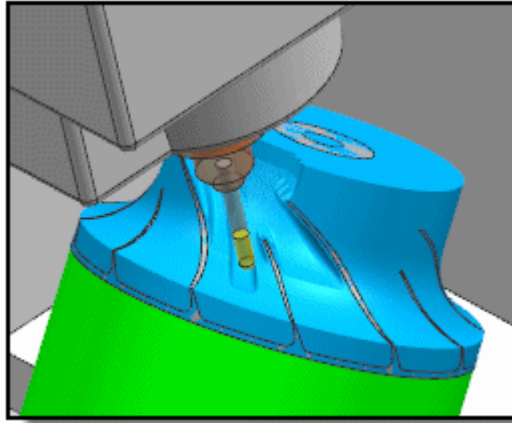

Рисунок 3.44 – Операция обработки скруглений
- Нажмите кнопку **Воспроизвести**  (рисунок 3.44).